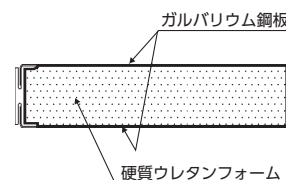

図3-1 外装パネル
- ・外装パネルは表裏に耐食性に優れたガルバリウム鋼板を使用し、断熱材にノンフロン発泡硬質ウレタンフォームを使ったサンドイッチパネル構造です。（図3-1参照）